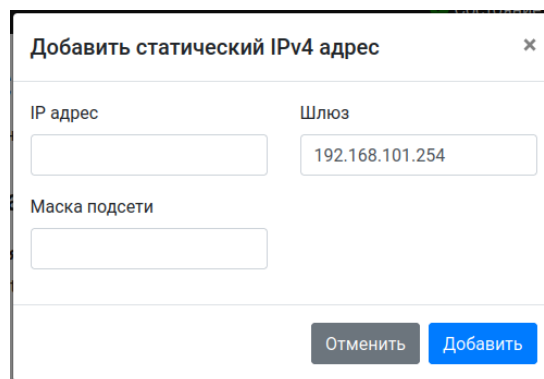

Рисунок 6 – Окно добавления статического IPv4 адреса.
4) нажать на кнопку «Добавить статический IPv4 адрес» (рис. 6);